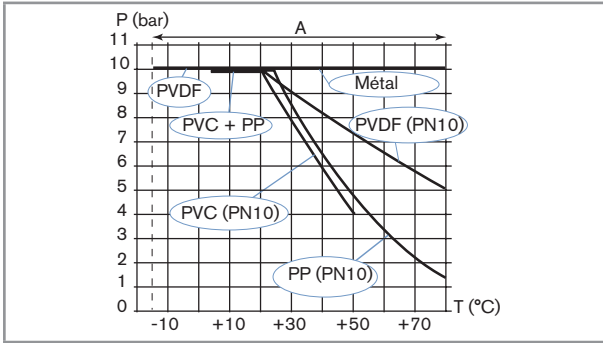

Fig. 1 : Courbes de dépendance température-pression
Température du fluide	La température du fluide peut être limitée par la pression du fluide : se référer aux courbes de dépendance entre la température et la pression du fluide. Voir Fig. 1
- ▶ Tenir compte de la dépendance température-pression du fluide selon la nature des matériaux du raccord (voir Fig. 1, page 96)